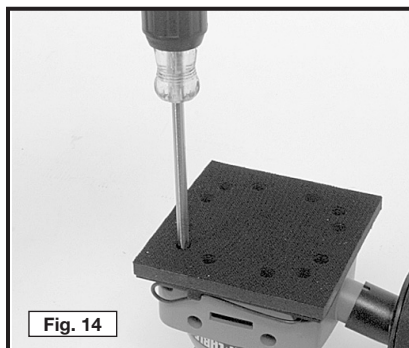

Fig. 14
2. Use un destornillador Torx T20 para quitar los cuatro tornillos de retención de la zapata (vea la Fig. 14) y levante la zapata de espuma (y su placa de refuerzo de aluminio) para separarla de la lijadora.